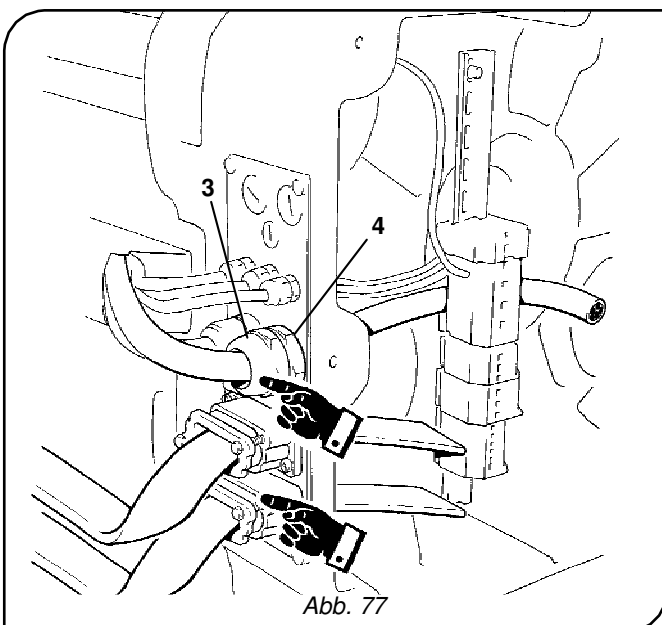

Abb. 77
4. Lockern Sie die Gewinderinge **-3-** der Kabelverschraubungen **-4-** für Rundkabel und führen Sie die entsprechenden Kabel ein. Lockern Sie die Schrauben der Kabelverschraubungen für Flachkabel und führen Sie die entsprechenden Flachkabel ein. Ziehen Sie alle Gewinderinge der Kabelverschraubungen für Rundkabel sowie die Schrauben der Kabelverschraubungen für Flachkabel wieder fest an (Abb. 77).